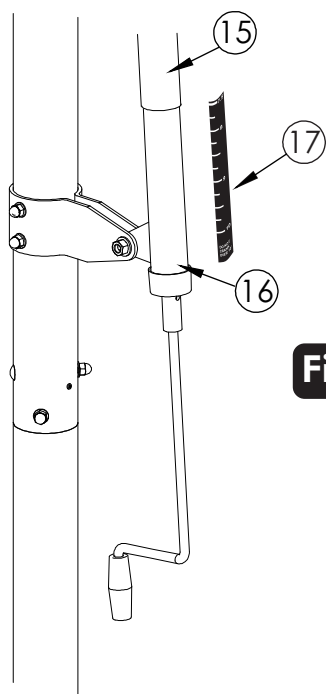

Figura 14
- 33.** Coloque el sistema a la altura de 7 ½' (pies). Utilice una cinta de medir para medir de la parte superior del aro a la superficie de la cancha de juego. Adhiera la calcomanía de altura (#17) a la parte posterior del actuador (#16) con la medida de "7.5" alineada con la parte inferior de la funda de plástico (#15). Vea la **Figura 14**.